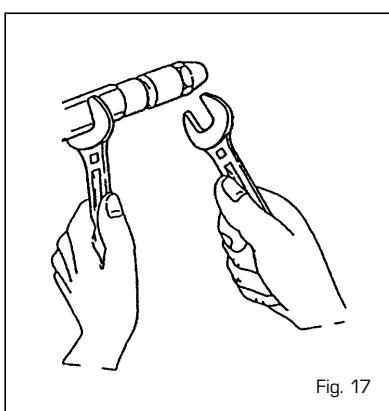

Fig. 17
- Fixar o porta injector utilizando uma chave nº19 e desaparafusar o injector com uma chave nº16 (fig. 17).